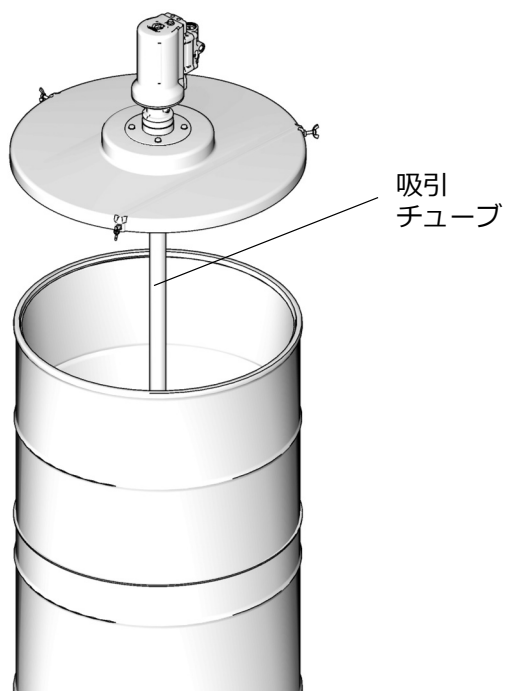

図 28
- ポンプ吸引チューブをゴム製グロメット (15b) の中心に通して、フォロープレート(15)に挿入します(図 28)。